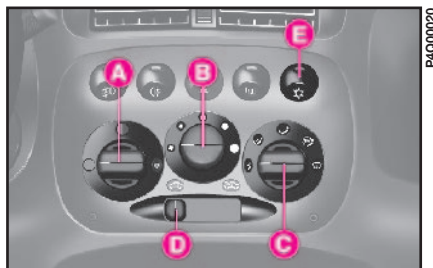

fig. 35
Commandes fig. 35
1) Manette de réglage de la température d'air **A**-fig. 35: index sur le secteur bleu.